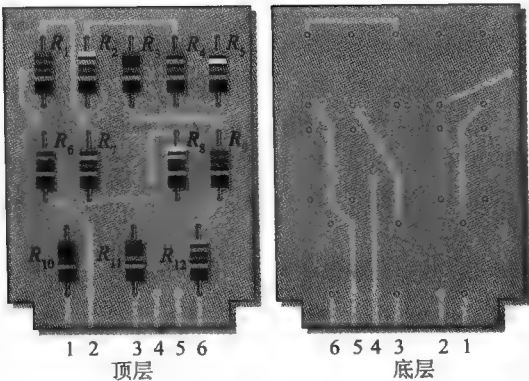

图 4-84 习题 49、习题 54、习题 55、
49. 在图 4-84 所示的双面印制电路板上, 分辨每一组串联电阻并确定其总电阻, 需要注意的是许多互连导线从板的顶层连到底层。其中, 电阻 R_1 的色环颜色分别为: 红、红、红、金; 电阻 R_2 的色环颜色分别为: 黄、紫、红、金; 电阻 R_3 的色环颜色分别为: 棕、黑、红、金; 电阻 R_4 的色环颜色分别为: 绿、蓝、红、金; 电阻 R_5 的色环颜色分别为: 橙、白、红、金; 电阻 R_6 的色环颜色分别为: 橙、橙、红、金; 电阻 R_7 的色环颜色分别为: 绿、蓝、棕、金; 电阻 R_8 的色环颜色分别为: 黄、紫、棕、金; 电阻 R_9 的色环颜色分别为: 灰、红、红、金; 电阻 R_{10} 的色环颜色分别为: 棕、黑、红、金; 电阻 R_{11} 的色环颜色分别为: 棕、黑、橙、金; 电阻 R_{12} 的色环颜色分别为: 蓝、灰、红、金。
54. 表 4-1 列出了图 4-84 所示印制电路板上的电阻测量结果，试问这些结果是否正确？如果不正确，请识别可能出现的问题。
55. 在图 4-84 所示的印制电路板上测得引脚 5 和 6 之间的电阻为 15 kΩ，试问这是否指示有问题？如果有，请识别之。
56. 检查图 4-84 所示的印制电路板时测得引脚 1 和 2 之间的电阻为 $17.83\text{ k}\Omega$ ，同样测得引脚 2 和 4 之间的电阻为 $13.6\text{ k}\Omega$ ，试问这是否指示印制电路板有问题？如果有，请识别故障。
57. 在图 4-84 所示的印制电路板上，把引脚 2 接到引脚 4、引脚 3 接到引脚 5，将 3 组串联电阻互相串联形成单一串联电路，电压源接在引脚 1 和引脚 6 之间，电流表串联在电路中，随着电源电压增大，观察到电流随之增大，突然，电流降到零并闻到烟味，假设所电阻器额定功率都是 $1/2\text{ W}$ 。